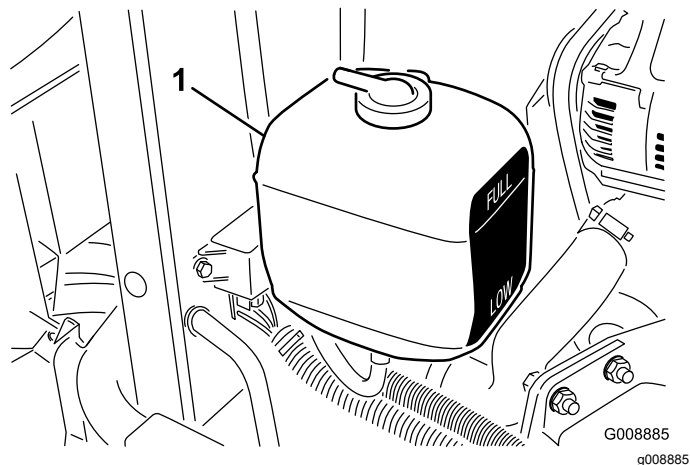

Рисунок 28
1. Проверьте уровень охлаждающей жидкости в расширительном бачке (Рисунок 28). При холодном двигателе уровень охлаждающей